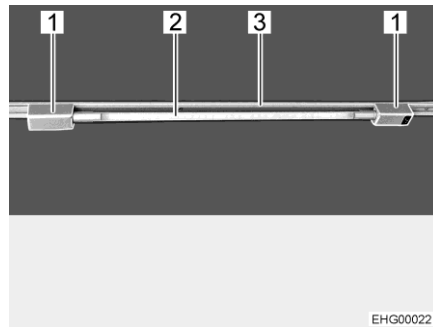

Bild 30 Röhrenleuchte
- Beide Halter (Bild 30,1) in die Schiene (Bild 30,3) einsetzen. Dazu die Halter um 90° drehen.
- Leuchtenkörper (Bild 30,2) in einen der Halter stecken.
- Leuchtenkörper (Bild 30,2) drehen, bis die gewünschte Leuchtwirkung erreicht ist.